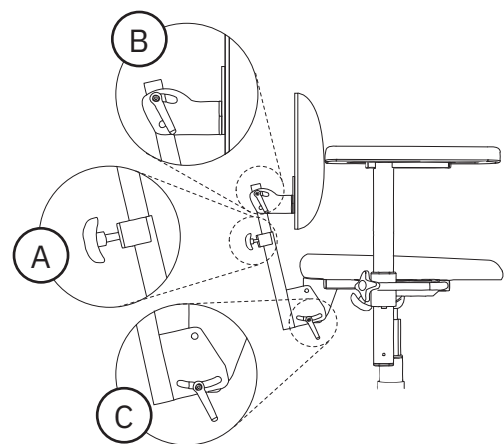

Abb. 5.5 Rückenlehnenmechanismus Standard
Bei der Standard-Ausführung können die Höhe (A), der Rückenlehnenwinkel (B) und der Winkel der Rückenlehnenfunktion (C) eingestellt werden, siehe Abb. 5.5. Die Rückenlehnenfunktion erlaubt eine Neigung der Rückenlehne von bis zu 15° nach vorn und 30° nach hinten.